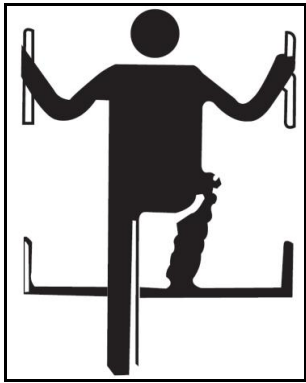

图 1- 29
- 上机或下机时要面对机器，手拉扶手，脚踩阶梯，保持三点接触(两脚一手或两手一脚)以确保身体稳当。(图 1- 29)